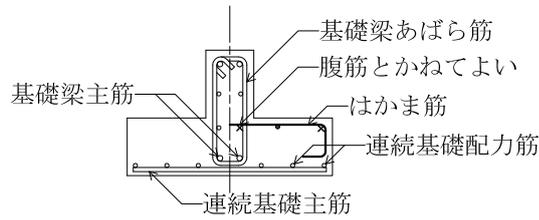

図1.2 連続基礎の配筋
【 基礎梁主筋の継手，定着及び余長 ・ 各部配筋参考図1.2による ・ 図示 】
2. 参考図1.2のその他記載すべき事項にある鉄筋の呼び径は，図面特記すること。